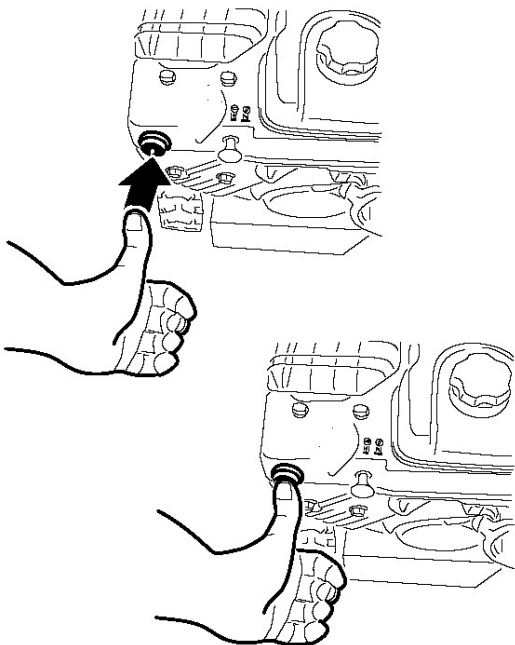

Рисунок 20.
4. Нажмите большим пальцем насос подкачки топлива 2 раза (при температуре от -9°C и выше) или 4 раза (при температуре от -9°C и ниже), каждый раз удерживайте насос в течение секунды (Рис. 20).